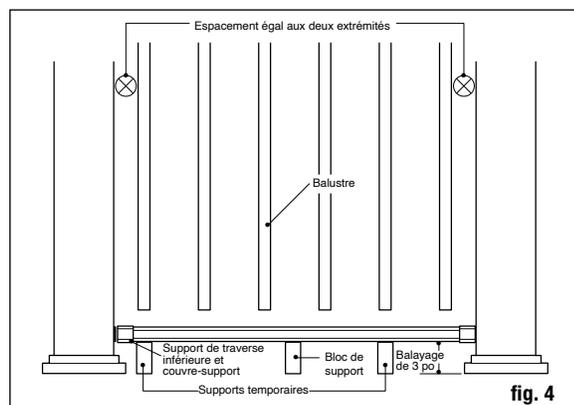

fig. 4
Étape 6 Mesurez la distance entre les manchons de poteaux installés pour déterminer la longueur des traverses du haut et du bas. Placez la traverse inférieure en position près des poteaux à l'aide de supports temporaires de 7,6 cm (3 po) et ajustez afin que la distance entre le premier trou de balustre et le poteau soit supérieure à 5 cm (2 po) et égale aux deux extrémités (voir la fig. 4). Marquez la traverse. Coupez la traverse du bas. Coupez la traverse du haut à la même espacement et longueur.
Étape 7 Pour la rampe de 1,83 m (6 pi), trouvez le centre de la base de la traverse du bas et fixez le raccord de balustre incliné avec le bloc de support, en utilisant les vis fournies. (Pour le rail de 2,4 m (8 pi), divisez la longueur du rail en trois pour obtenir l'emplacement des blocs de support. Fixez ensuite les raccords de balustres inclus avec les blocs de support, en utilisant les vis fournies.) Vérifiez les exigences du code de la construction quant à l'espacement maximum entre la surface de la terrasse et le bas de la traverse (espace de balayage). Ce rail est conçu pour un balai de 7,6 cm (3 po) (fig. 4). Si nécessaire, coupez le bloc de support à la hauteur désirée (fig. 5).